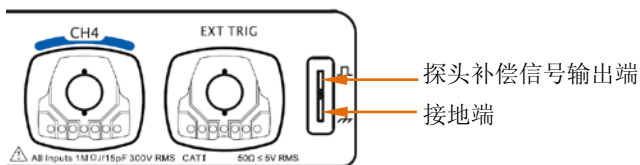

图 1-8 使用补偿信号
2. 将探头的接地鳄鱼夹连接至图 1-8 所示的“接地端”。
3. 使用探头连接示波器的通道 1 (CH1) 输入端与图 1-8 所示的“探头补偿信号输出端”。